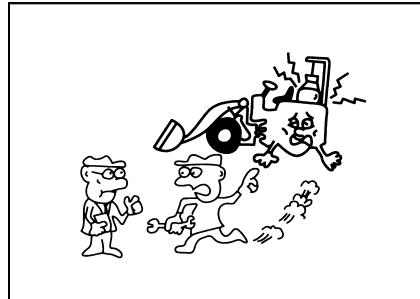

Рис. 1-34
- Проверить нормальность шума или нормальность вибрации при прокрутке двигателя. Наличие вышеуказанного явления обозначает наличие дефектов, следует сообщить управляющему лицу, после ремонта начать оперирование(рис. 1-34)..